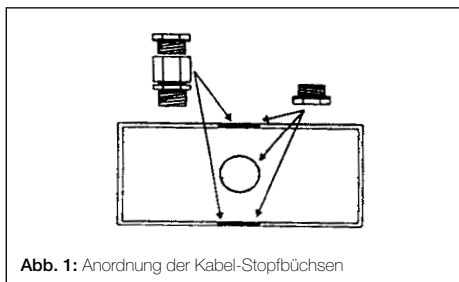

Abb. 1: Anordnung der Kabel-Stopfbüchsen
ACHTUNG! Wird biegsames Kabel verwendet, so sind an den Ausdrückern der Reglerdose geeignete Stopfbüchsen mit integrierten Kabelklemmen anzubringen. Siehe Abb. 1.
6. Kabeleinlasslöcher in den Kunststoff- und Metall-dosen herstellen, indem die entsprechenden Ausdrücker entfernt werden (siehe Abb. 1).